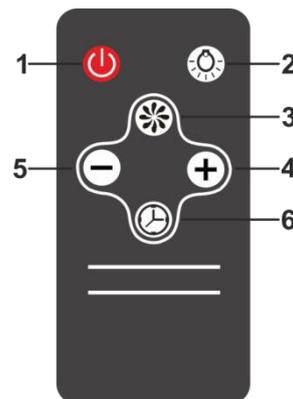

Рис.7
7.4 Управління витяжкою з допомогою дистанційного пульта (рис. 7).